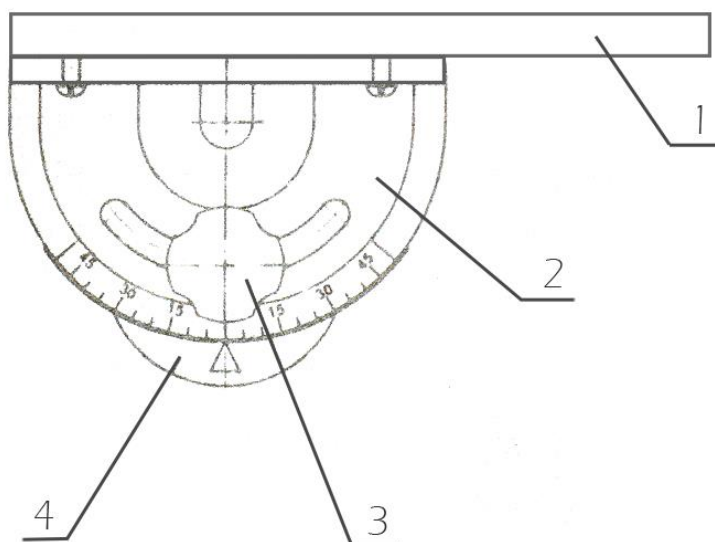

Рис. 7 - Лінійка торцювання
5.9 Загальний вигляд лінійки торцювання наведено на рис. 7.